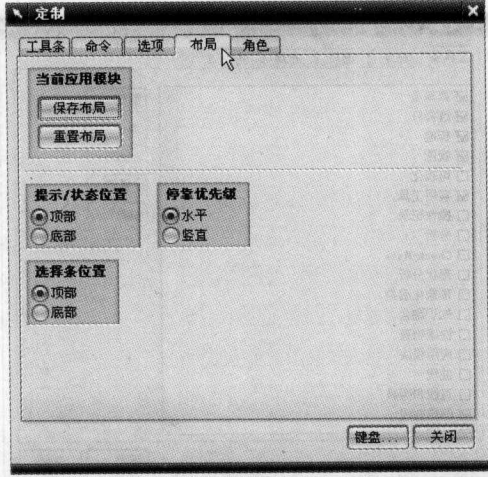

图 1-12 “布局”选项卡
5) 单击“布局”选项卡,如图 1-12 所示,该选项卡主要用来对界面的布局进行设定。